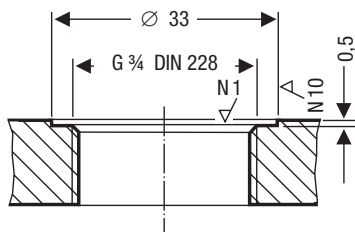

Fig. 4
1. Dichtflächen auf Behältergewindestutzen oder Flanschdeckel überprüfen. **Fig. 4**
2. Auf die Dichtfläche **Fig. 4** den mitgelieferten Dichtring **3** legen.
- Die Dichtflächen vom Behältergewindestutzen oder Flanschdeckel müssen gemäß **Fig. 4** technisch einwandfrei bearbeitet sein!